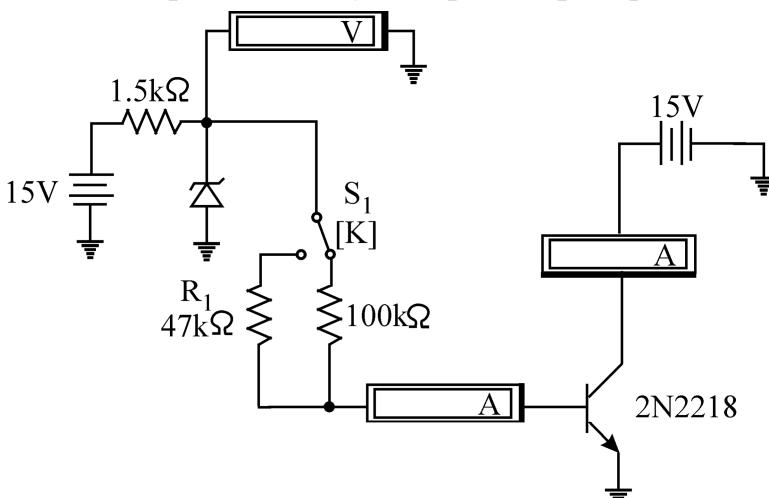

Рис.1.8. Схема для измерения β
1.1. Соберите схему для измерения β (рис. 1.8).